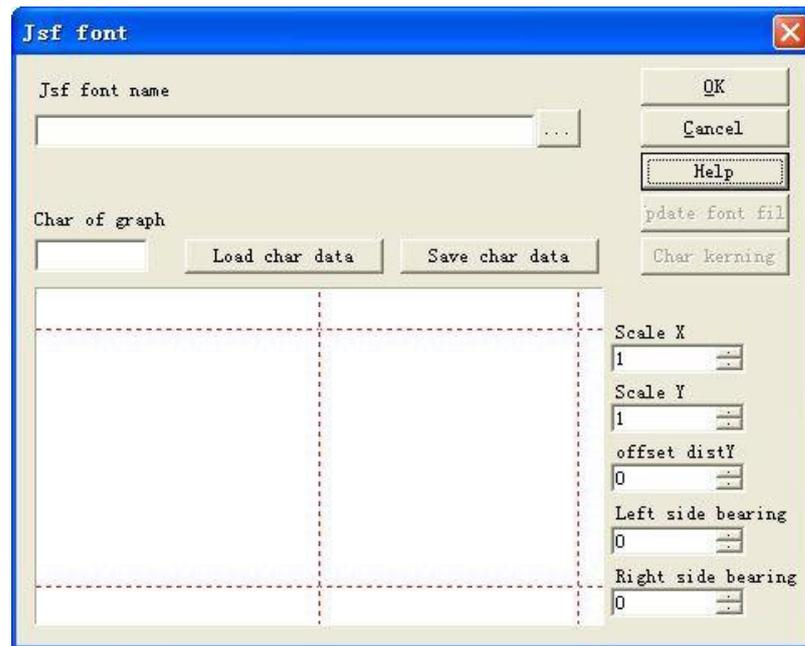

Abb. 5-17 JSF-Schriftart
Wenn der Benutzer auf die JSF-Schriftart klickt, zeigt das System einen Dialog an (Abbildung 5-17).
Klicken Sie auf "Modify" "JSF Fonts", dann wird ein Schriftart-Dialogfeld wie in Abbildung 5-17 angezeigt
1. Klicken Sie auf "JSF-Fonts" im Menü "Modifizieren", dann wird der JSF-Font-Dialog angezeigt, wie in Abbildung 5-17->Klicken Sie auf , öffnen Sie den Dialog, um die Route zu finden: ezcad2\font->Input "EZCAD0521"-- Klicken Sie auf die Schaltfläche.